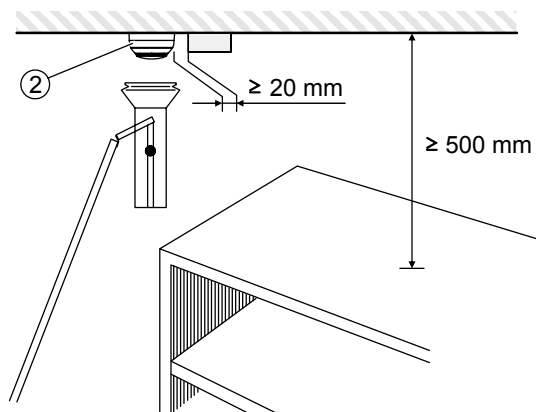
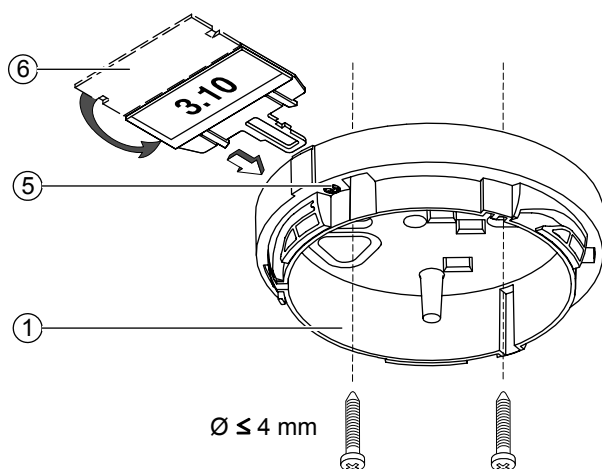
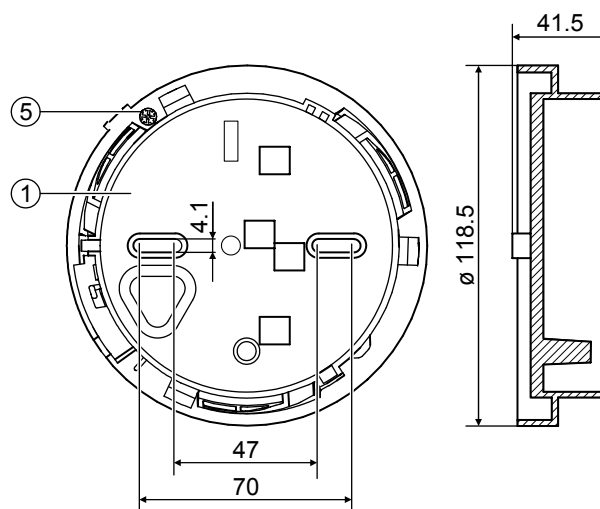

Fig. 2
Fig. 4
Fig. 5
1. Use 2 screws to fit the base on a plane surface (Fig. 4 and Fig. 5). Note the minimum spacing specified (Fig. 2) and the position of the alarm indicator [5] marked on the base [1].
2. If necessary, plug a labeled DBZ1193A detector designation plate (Fig. 4, [6]) into the base [1].
1. Montieren Sie den Sockel mit 2 Schrauben auf einer planen Oberfläche (Fig. 4 und Fig. 5). Beachten Sie die einzuhaltenden Minimalabstände (Fig. 2) und die markierte Position des Alarmindikators [5] auf dem Sockel [1].
2. Stecken Sie bei Bedarf ein beschriftetes Melder-Kennzeichnungsschild DBZ1193A (Fig. 4, [6]) in den Sockel [1].
1. Montez l'embase avec 2 vis sur une surface plane (Fig. 4 et Fig. 5). Respectez les écarts minimum requis (Fig. 2) et la position marquée de l'indicateur d'alarme [5] sur l'embase [1].
2. Le cas échéant, enfichez le porte étiquette DBZ1193A (Fig. 4, [6]) dans l'embase [1].